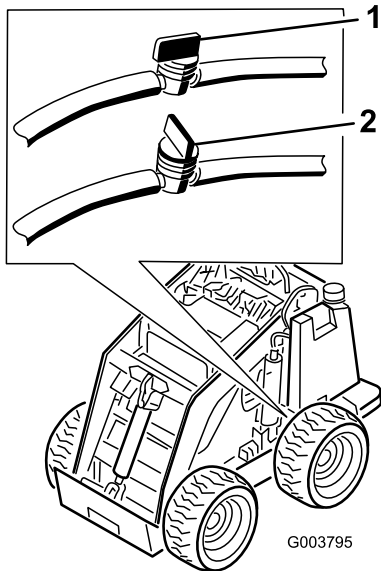

Figura 34
3. Cierre la válvula de combustible, situada debajo del depósito de combustible (Figura 34).
10. Cierre la válvula de combustible, situada en el fondo del depósito de combustible (Figura 34).
3. Cierre la válvula de combustible, situada en la manguera cerca del fondo del depósito de combustible (Figura 34).
11. Abra la válvula de combustible, situada en la manguera cerca de la parte inferior del depósito de combustible, según se muestra en Figura 34.